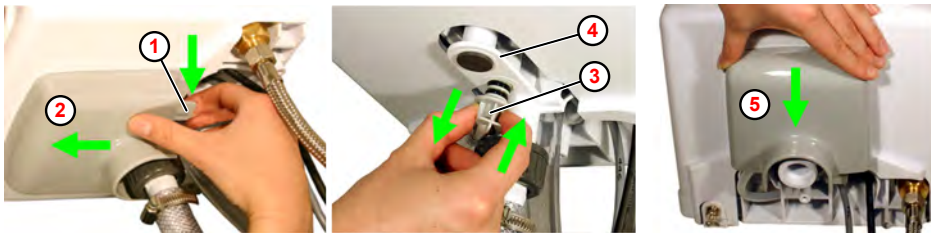

Abb. 15: Trichterverriegelung
1. Die Sicherungslasche (Abb. 15 , ①) nach unten ziehen.
2. Die Trichterverriegelung ② nach vorne schieben/entfernen.